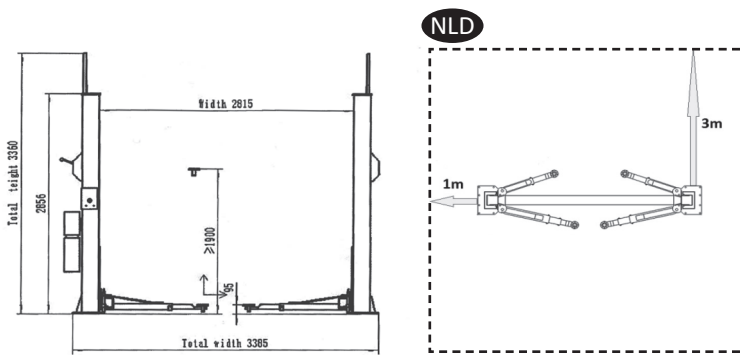

Fig. 4
3. De maten (Bijlage A) uitzetten en gaten boren, houd rekening met de veiligheidszone (Fig. 4).